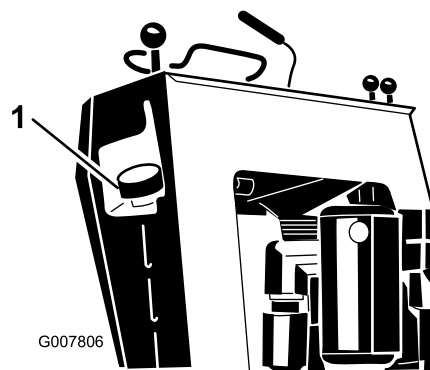

Figure 15
3. Nettoyez la surface autour du bouchon du réservoir et enlevez le bouchon (Figure 15).